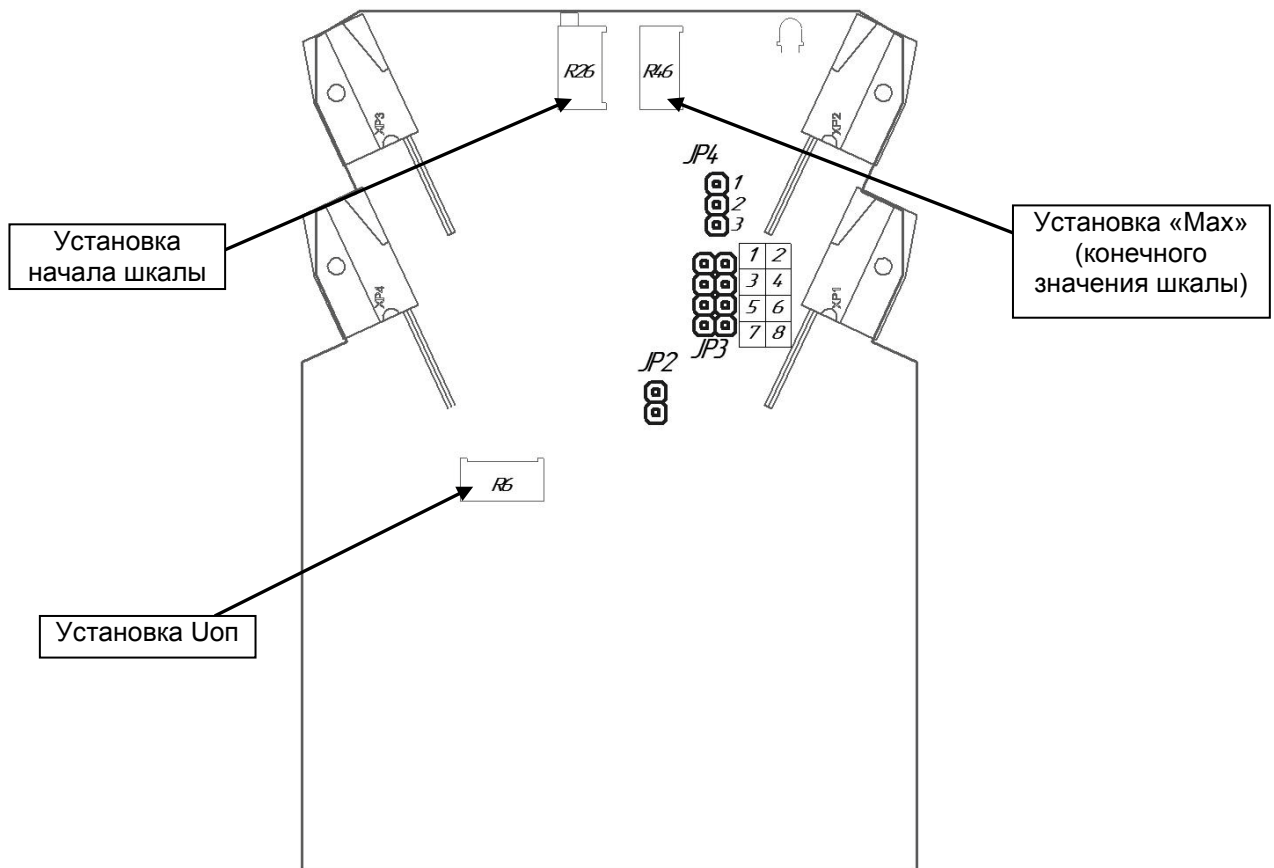

Рисунок 3.2 – Схема расположения органов регулирования и элементов перестройки БПТ-3
3.2.4 Для изменения настроек БПТ-3 на другие входные/выходные сигналы используйте рисунок 3.2 и таблице 3.1.